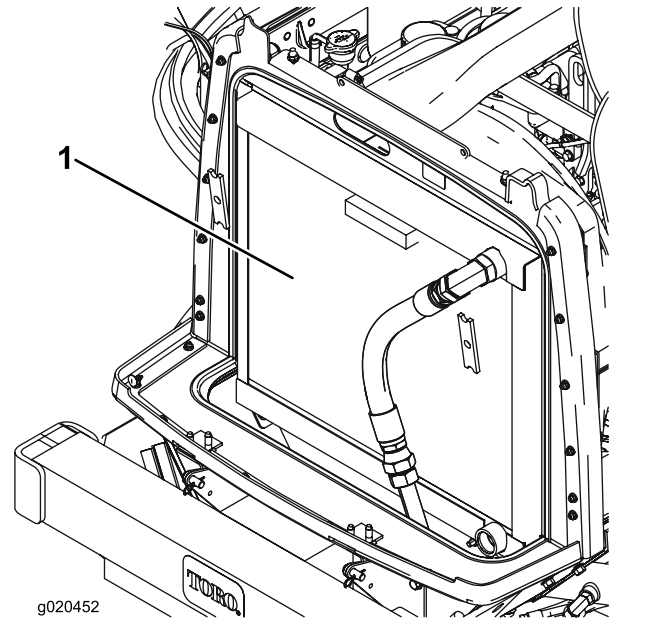

Bild 93
3. Reinigen Sie beide Seiten des Kühlers bzw. Ölkühlers gründlich mit Druckluft (Bild 93).